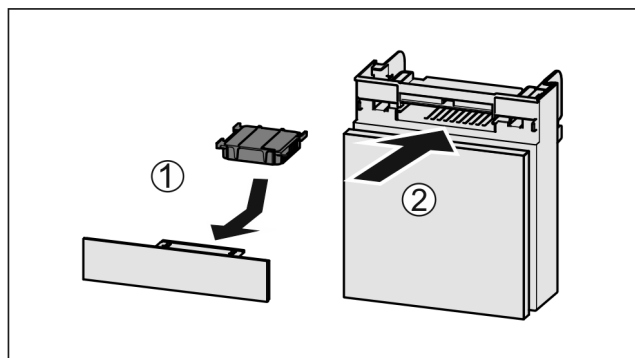

Fig. 49
- Inserire il vano Fig. 49 (2).